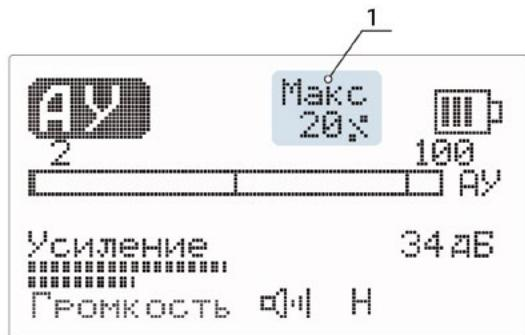

Рисунок 8
4.8. Работа акустическим методом на канале «АУ». Основной экран канала «АУ» **Рис. 8.**
Значение параметра **поз. 1, Рис. 8** — индикация при включенном пункте меню «Разность» (п. 4.8.2.4.).
4.8.2.4. Стока меню «Разность». Отображение на дисплее относительной разности (%) текущего и предыдущего значений сигнала (**поз.1, Рис. 8**). При увеличении сигнала «Разность» – знак «+», при уменьшении «–». Максимальное значение $\pm 52\%$.